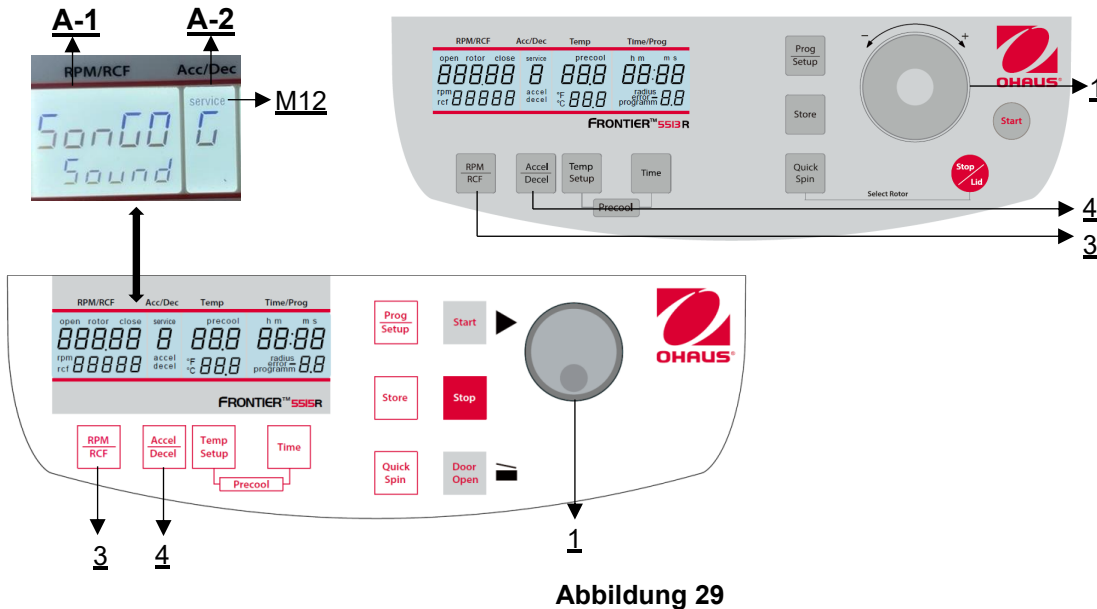

Abbildung 29
Gehen Sie wie unter Punkt 4.1.1 beschrieben vor, um in diesen Programmmodus zu gelangen und drücken Sie dann die Taste **"Accel/Decel"** (4). In der Anzeige **"Acc/Dec"** (A-2) blinkt das Wort **"Service"** (M12). Wählen Sie nun mit dem Einstellknopf / Touch Wheel (1) den Buchstaben **"G"** aus. Daraufhin erscheint in der Anzeige **"RPM | RCF"** (A-1) der Schriftzug **"SonGo/Sound"**. Nachdem Sie die Taste **"RPM | RCF"** (3) gedrückt haben, können Sie mit dem Einstellknopf / Touch Wheel (1) einen Song auswählen (siehe **Abbildung 29**).